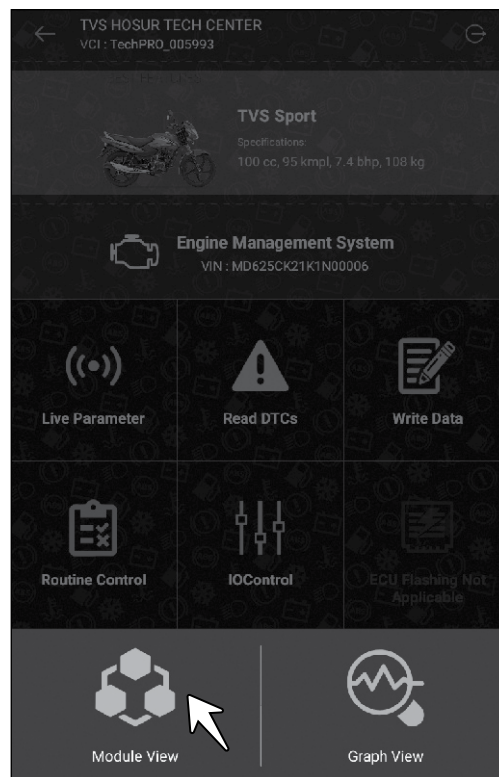

Fig. 7.13
- Pressione o ícone de parâmetros em tempo real, os seguintes ícones aparecem na tela. (Fig. 7.13)